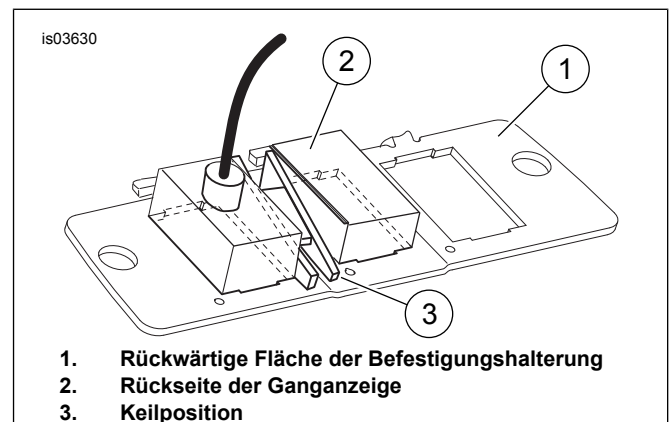
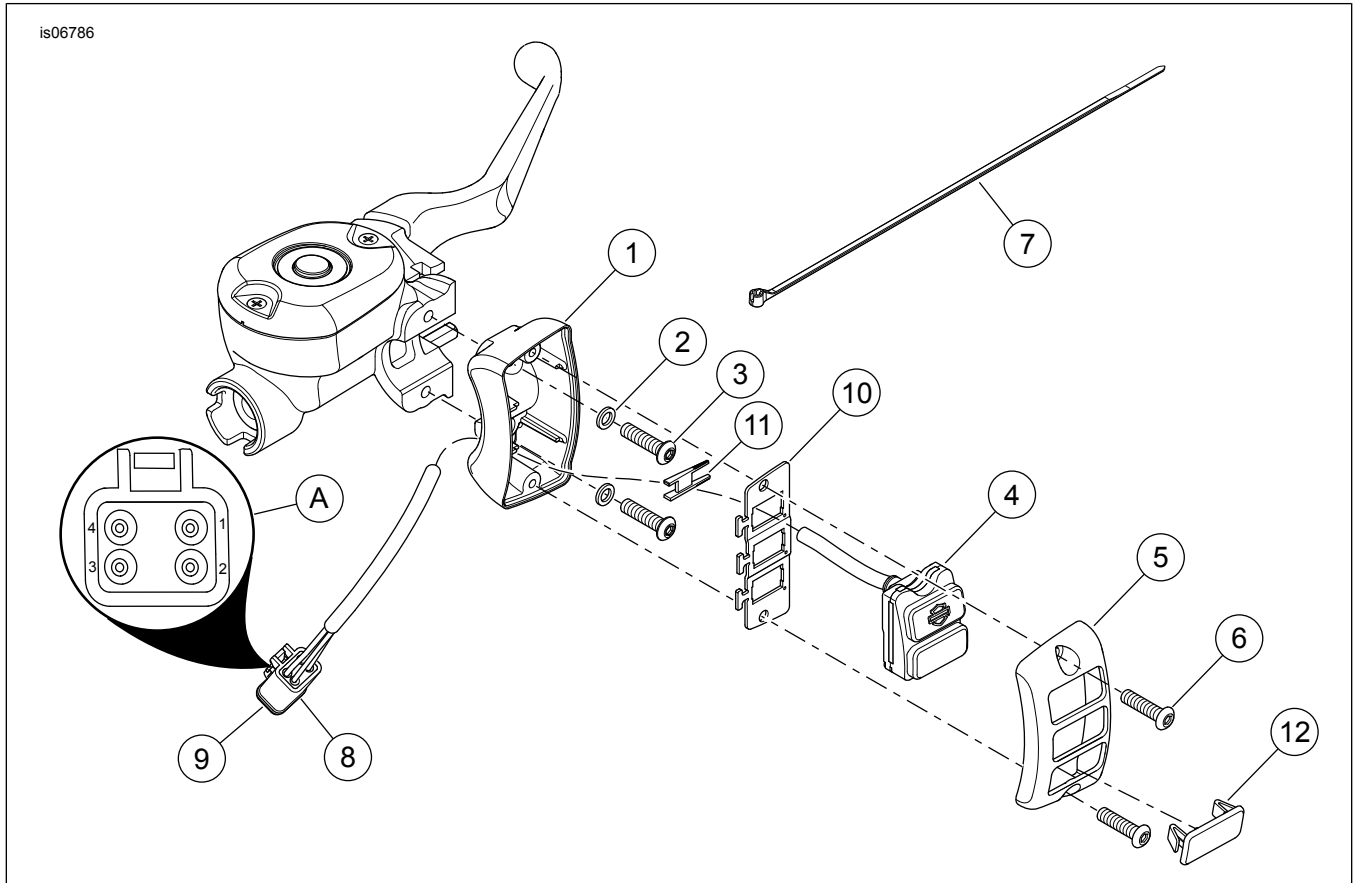

Abbildung 2. Ansicht der Baugruppe Befestigungshalterung und hinteren Anzeige
Abbildung 3. Ersatzteile: Digitale Ganganzeige
Siehe Abbildung 3 und Tabelle 1.
3. Siehe Abbildung 3. Das untere Gehäuse der Ganganzeige (1), die Unterlegscheiben (2) und Schrauben (3) einbauen. Schrauben auf ein Drehmoment von 8–9 N·m (60–80 in-lbs) anziehen.
4. Siehe Abbildung 2. Die Ganganzeige (2) mit den Kabeln in die obere Öffnung in der Befestigungshalterung einbauen.
5. Den Keil (3) mit den spitz zulaufenden Enden zwischen den zwei Kästchen an der Rückseite der Ganganzeige (2) von der Zungenseite der Halterung (1) einschieben. Die spitz zulaufenden Enden des Keils sind verschieden stark und müssen genau in die Stufe der Gehäuseplatte passen. Dadurch wird die Ganganzeige kompakt an der Fläche der Befestigungshalterung gehalten.
6. Siehe Abbildung 3. Den Kabelbaum der Ganganzeige durch das Loch an der Unterseite des unteren Gehäuses (1) verlegen.
7. Die Ganganzeigen-Baugruppe (4) über den Befestigungslöchern des unteren Gehäuses ausrichten.
9. Das obere Gehäuse (5) über dem unteren Gehäuse anbringen und mit zwei Schrauben (6) sichern. Die Schrauben auf ein Drehmoment von 4–5 N·m (35–45 in-lbs) anziehen.
10. Den Schaltverschluss (12) in der unteren Öffnung des oberen Gehäuses anbringen.
12. Siehe Abbildung 3. Die drei Pole des Kabelbaums wie folgt in das vierpolige Buchsengehäuse (A) aus dem Satz einbauen:
- a. Das schwarze (BK) Kabel in Kontakt 2 einsetzen.
- c. Das orange (O) Kabel in Kontakt 4 einsetzen.
- d. Die Sekundärverriegelung (9) in das vierpolige Buchsengehäuse einbauen.
14. Kabelbaum-Überlänge aufnehmen und mit einem Kabelbinder (7) in der Nähe des Steckverbinders sichern.
15. Den Ganganzeigen-Kabelbaum mit Kabelbindern (7) am Lenker und Hauptkabelbaum sichern.